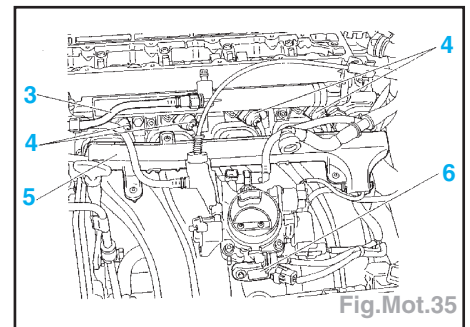

Fig.Mot.35
- Déconnecter (Fig.Mot.35) :
- l'arrivée de carburant (3),
- les injecteurs (4),
- le capteur de pression d'air (6)
- le support de faisceau (5) en ayant débrancher, débrider et écarter les faisceaux attenants au boîtier papillon.